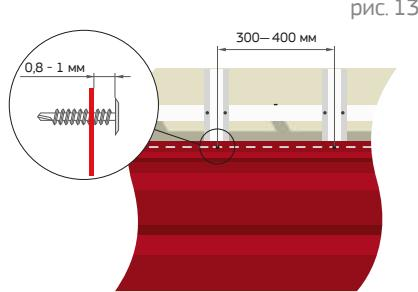

рис. 13
- ▷ расстояние между саморезом и панелью сайдинга 0,8-1 мм (рис. 13)
- ▷ расстояние между саморезами должно составлять 300-400 мм (рис. 13)